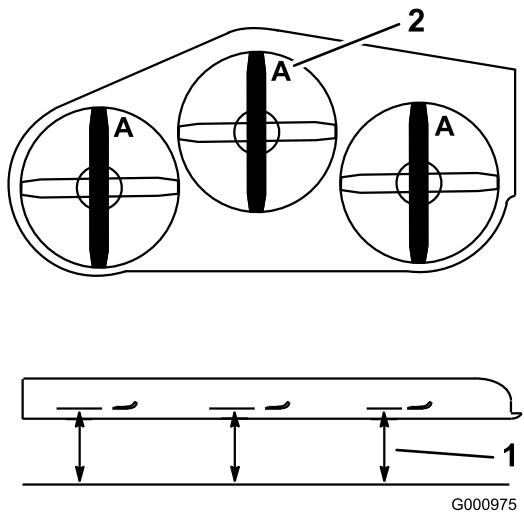

Figure 72
3. Tournez les lames dans le sens longitudinal (Figure 72). Mesurez la distance entre la surface
plane et le tranchant (position A) des lames (Figure 72). Notez cette valeur.